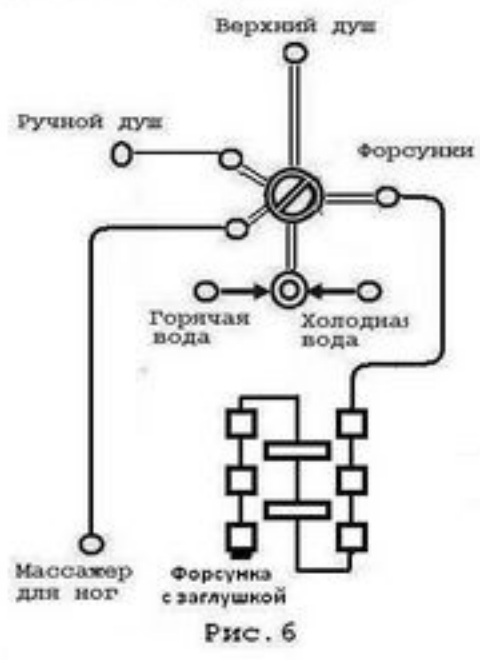

Рис. 6
Подсоедините трубы горячего и холодного водоснабжения к входам смесителя в соответствии со схемой подключения воды (рис. 6 и 7).
3.4. Подключение шлангов. Производится в соответствии со схемой подключения (рис. 6)